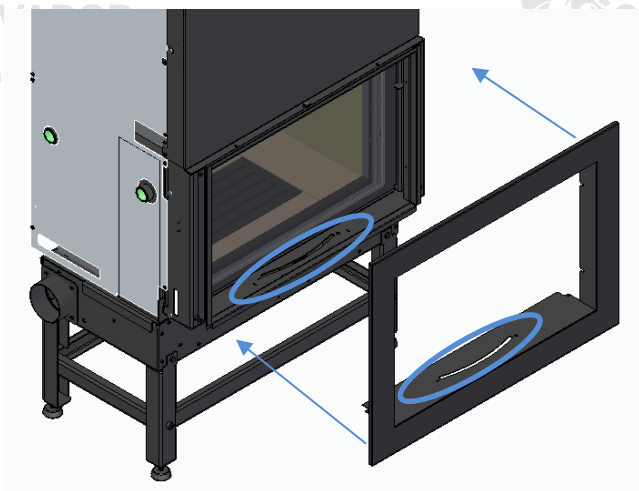

Figura 46
- Coloque el marco en el equipo como se muestra en la Figura 46. Nel caso de los modelos M700, M850 y M1100, asegúrate de que los canales coincidan en la parte interior inferior para poder regular la entrada de aire sin dificultad.